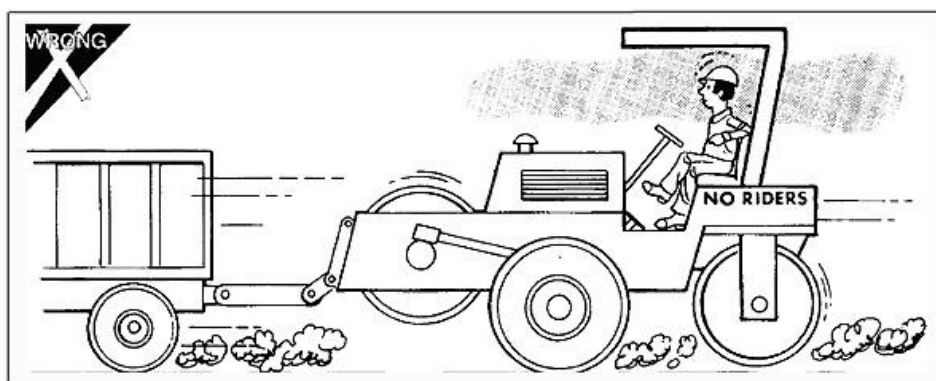

Figura 1-15
1. Nunca puxe o rolo a uma distância maior que 300 metros. As regras de trânsito devem ser observadas. Nunca dirija além da velocidade permitida no manual de operação. Ninguém pode sentar no rolo enquanto puxa (Figura 1-15).